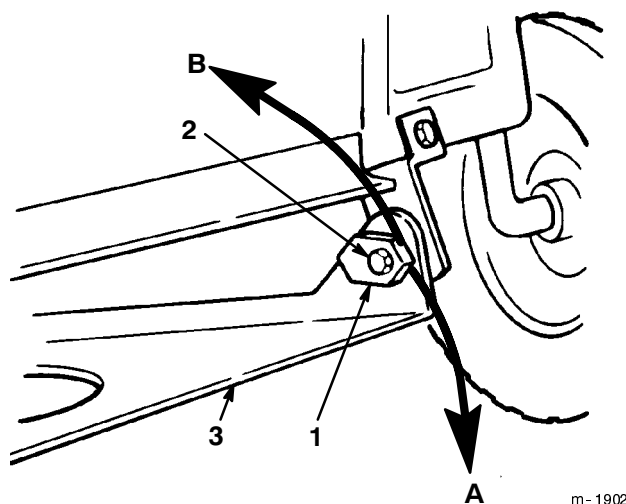

Figure 50
8. Réglez l'inclinaison avant/arrière en tournant les écrous spéciaux situés de part et d'autre du pivot (Fig. 50).
9. A l'aide d'une clé de 1 pouce, tournez lentement l'écrou de réglage d'inclinaison gauche en bas pour relever l'avant de la machine et en haut pour l'abaisser (Fig. 50). Tournez l'écrou jusqu'à ce que l'avant de la machine soit de 6 à 16 mm plus bas que l'arrière.